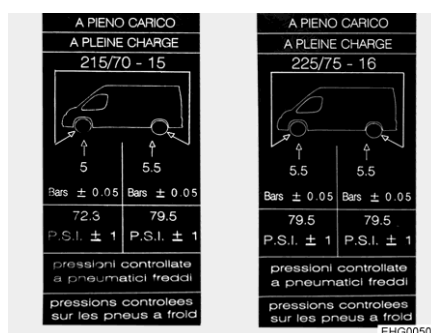

Fig. 188 Etichetta di avvertenza pressione degli pneumatici applicato su montante B (esempio)
- ▷ Le etichette con le indicazioni sulla pressione degli pneumatici richiesta sono applicate sull'interno del montante B (vedere Fig. 188).